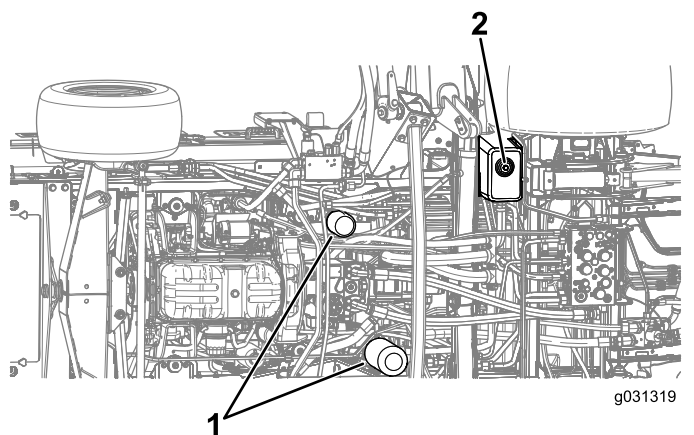

図 132
4. タンクの底面にあるドレンプラグを外し、流れ出すオイルを容器に受ける 図 132。
3. フィルタの下に廃油受けを置いてフィルタを外す 図 132。